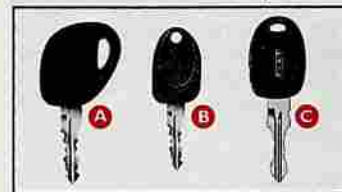

fig. 1
– une clé **A**-fig. 1 à anneau bordeaux et deux clés **B** à anneau bleu, lorsque la voiture est dotée de verrouillage des portes par commande individuelle ou bien centralisé sans télécommande;